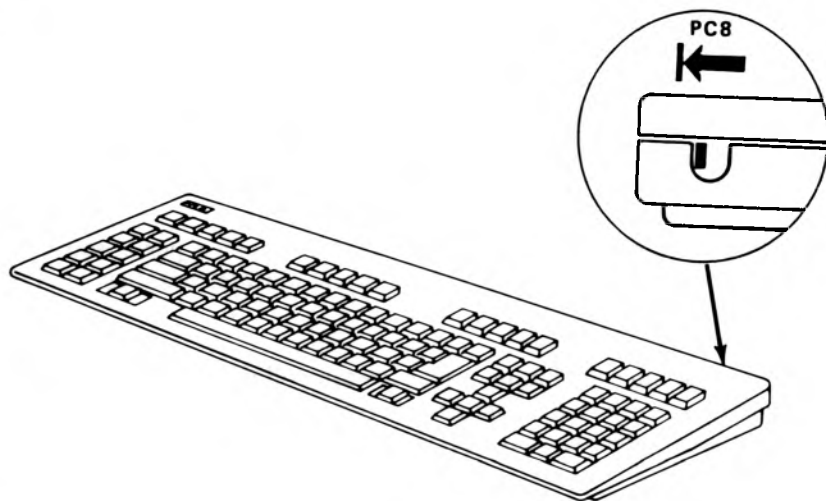

Figure 2 Mode Switch Setting
- 3** Set Mode switch to correct position (PC6 or PC8 mode). See Figure 2. (All keyboards are supplied with switch set to PC8 mode, white mark visible).
Stellen Sie danach den Mode-Schalter noch richtig ein (PC6 oder PC8), wie es in Abbildung 2 gezeigt ist (bei Lieferung sind alle Tastaturen für den PC8 eingestellt, die weiße Markierung ist dabei sichtbar).
Placez le commutateur de mode en position correcte (mode PC6 ou PC8), voir Figure 2 (tous les claviers sont livrés en mode PC8, la marque blanche étant visible).